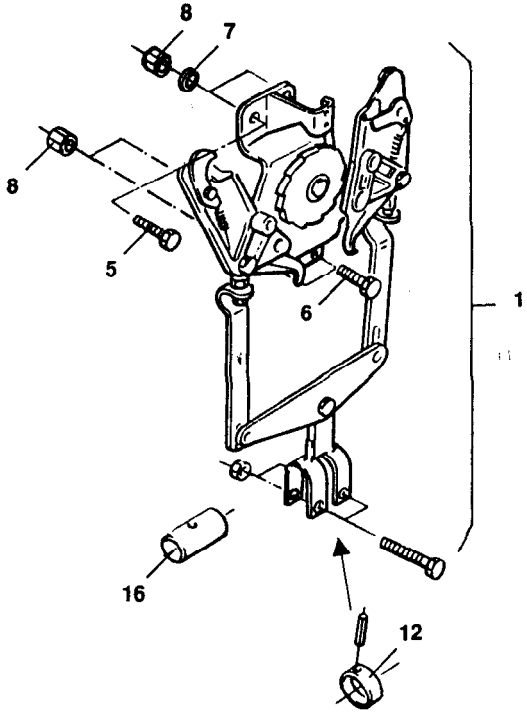

Fig. 1
1.0 Lieferumfang: mechanisch betätigter Schaltautomat (Fig. 1)
- Der Schaltautomat wird wie in Fig. 1 gezeigt geliefert. Zum Anbau an Sämaschinen mit Unterlenkerstange (D=35 mm) ist der Schaltautomat folgendermaßen umzurüsten: